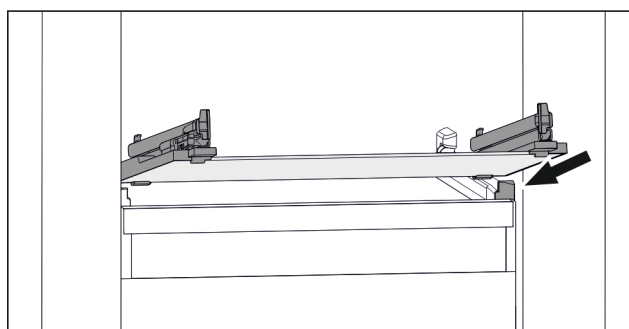

Fig. 130 Príklad zobrazenia sklenenej dosky
- ▶ Nasadte sklenenú dosku šikmo za zarážkami. (pozri Fig. 130)